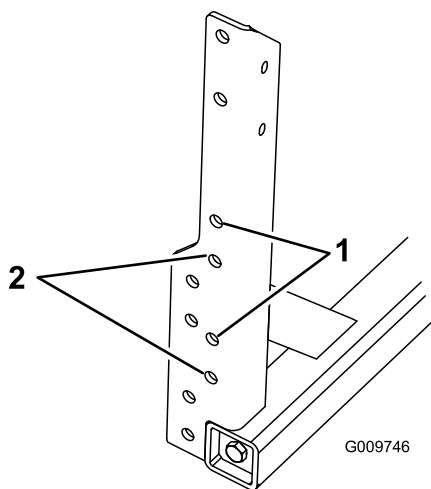

図 13
- 図 13を参照して、中央ブームを取り付けるのに適切な取り付け穴を決める。